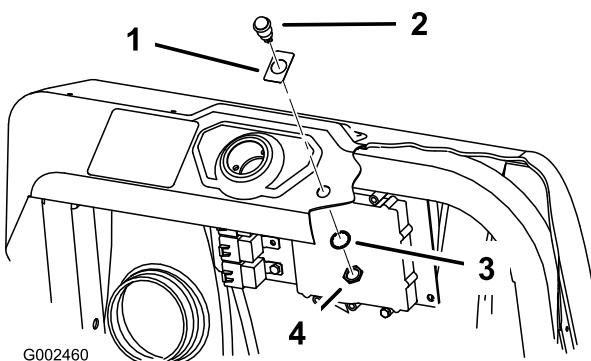
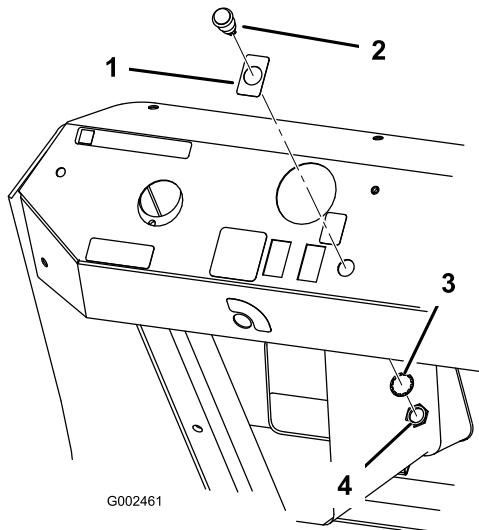

図 12
図 13
1. ダッシュボードのランプ取り付け穴の位置にデカル 94-8582 を取り付ける（マルチプロ 1200 と 1250 には 図 12、マルチプロ 5600 と 5700 には 図 13）。
3. ダッシュボードにランプを挿入し、ワッシャとナットで固定する（図 12 または図 13）。